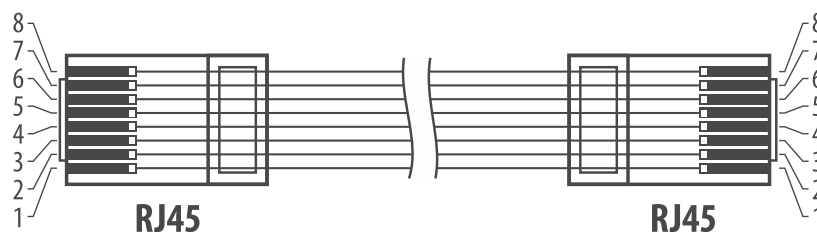

Рисунок 29 – кабель для подключения панели управления к ПЧ.
- Панель управления может быть установлена отдельно от ПЧ. Подключение панели к ПЧ осуществляется кабелем «витая пара» с разъемами RJ45 (рисунок 29). Максимально допустимая длина кабеля 3 метра.